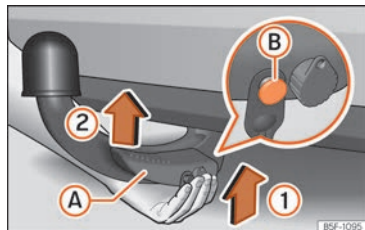

Abb. 266 Anhängerkupplung anbringen Schritt 1
- Die Anhängerkupplung **von unten** und der Pfeilrichtung »» Abb. 266 (1) folgend in die deren Aufnahme einsetzen, bis sie hörbar einrastet »» △.
Der Hebel »» Abb. 266 (A) dreht sich **automatisch** in Pfeilrichtung (2) nach oben und der Entriegelungsbolzen (B) kommt heraus (sein rot-grüner Teil ist sichtbar) »» △.
- **Beim Befestigen der Anhängerkupplung nicht mit den Händen in den Hebel fassen, um ein Einklemmen der Finger zu vermeiden** »» Abb. 266 (A).
① VORSICHT